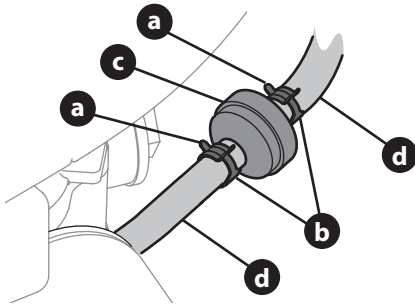

Figure 18
- À l'aide de pinces, serrez les pattes (a) sur les colliers (b) de serrage et faites ensuite glisser les colliers en les éloignant du filtre à carburant (c) (Figure 18).